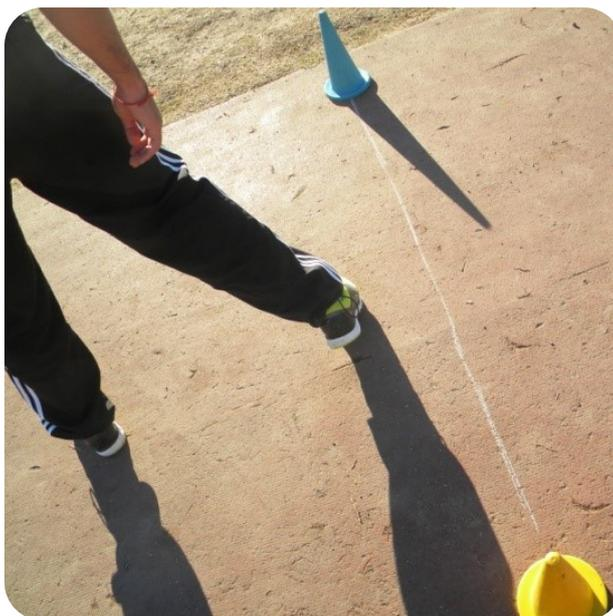

Imagen 23: Error en la prueba de Ir y volver 20 mts: No llegar a pisar la línea.
- No llegar a pisar la línea (Imagen 23).